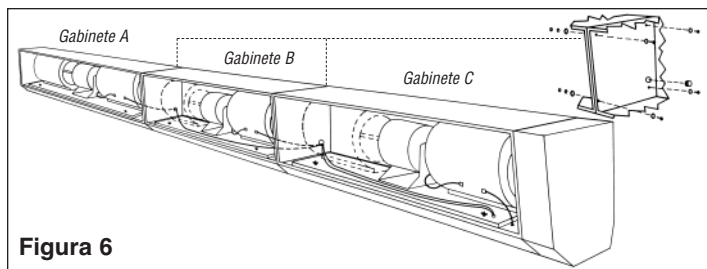
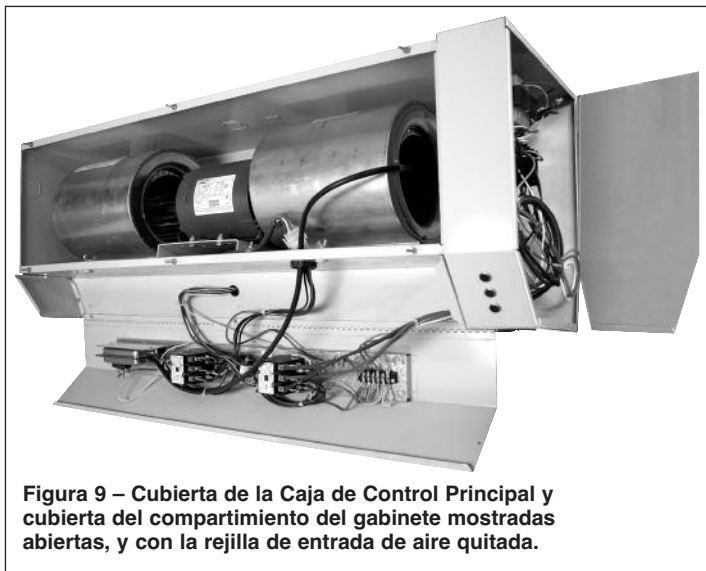

Figura 6
Figura 9 – Cubierta de la Caja de Control Principal y cubierta del compartimiento del gabinete mostradas abiertas, y con la rejilla de entrada de aire quitada.
Para unidades de 3 gabinetes: 2.74 m (108"), 3.05 m (120"), 3.35 m (132") y 3.66 m (144") – Vea la Figura 6, página 6
6. Instale el conjunto de motor y sopladores (A) en el Gabinete A. Pase la manguera del interruptor de presión por el agujero correspondiente en la base de sopladores. Sujete la manguera al soplador derecho. Apriete las dos tuercas de mariposa en la base de sopladores. Vuelva a conectar el conjunto de enchufe y cordón de alimentación eléctrica del motor (A).
7. Instale el conjunto de motor y sopladores (B) en el Gabinete B. Pase la manguera del interruptor de presión por el agujero correspondiente en la base de sopladores. Sujete la manguera al soplador derecho. Apriete las dos tuercas de mariposa en la base de sopladores. Vuelva a conectar el conjunto de enchufe y cordón de alimentación eléctrica del motor (B).
10. Consulte el diagrama de conexión ubicado en el interior de la cubierta abisagrada de la Caja de Control Principal, y los diagramas de conexión aplicables de este manual. Los mazos de cables se suministran con sus extremos derechos ya conectados a la unidad, y el instalador tiene que conectar los extremos izquierdos de los mazos de cables a los puntos terminales correctos que se muestran en el diagrama. Las cubiertas de los compartimientos de cableado de los gabinetes deberán abrirse. Estas cubiertas están también abisagradas a los gabinetes. Encamine y coloque el cableado, y sujete los cables con abrazaderas como se muestra en la Figura 9, página 7; la sujeción de los cables debe permitir su movimiento cuando se abran y cierren las cubiertas.
Para unidades de 3 gabinetes: 2.74 m (108"), 3.05 m (120"), 3.35 m (132") y 3.66 m (144") – Vea la Figura 6
1. Determine la ubicación de montaje del gabinete central (vea la Figura 6).
8. Instale el conjunto de motor y sopladores (A) en el Gabinete A. Pase la manguera del interruptor de presión por el agujero correspondiente en la base de sopladores. Sujete la manguera al soplador derecho. Apriete las dos tuercas de mariposa en la base de sopladores. Vuelva a conectar el conjunto de enchufe y cordón de alimentación eléctrica del motor (A).
9. Instale el conjunto de motor y sopladores (B) en el Gabinete B. Pase la manguera del interruptor de presión por el agujero correspondiente en la base de sopladores. Sujete la manguera al soplador derecho. Apriete las dos tuercas de mariposa en la base de sopladores. Vuelva a conectar el conjunto de enchufe y cordón de alimentación eléctrica del motor (B).
10. Instale el conjunto de motor y sopladores (C) en el Gabinete C. Pase la manguera del interruptor de presión por el agujero correspondiente en la base de sopladores. Sujete la manguera al soplador derecho. Apriete las dos tuercas de mariposa en la base de sopladores. Vuelva a conectar el conjunto de enchufe y cordón de alimentación eléctrica del motor (C).
13. Consulte el diagrama de conexionado ubicado en el interior de la cubierta abisagrada de la Caja de Control Principal, y los diagramas de conexionado aplicables de este manual. Los mazos de cables se suministran con sus extremos derechos ya conectados a la unidad, y el instalador tiene que conectar los extremos izquierdos de los mazos de cables a los puntos terminales correctos que se muestran en el diagrama. Las cubiertas de los compartimientos de cableado de los gabinetes deberán abrirse. Estas cubiertas están también abisagradas a los gabinetes. Encamine y coloque el cableado, y sujete los cables con abrazaderas como se muestra en la Figura 9; la sujeción de los cables debe permitir su movimiento cuando se abran y cierren las cubiertas abisagradas.